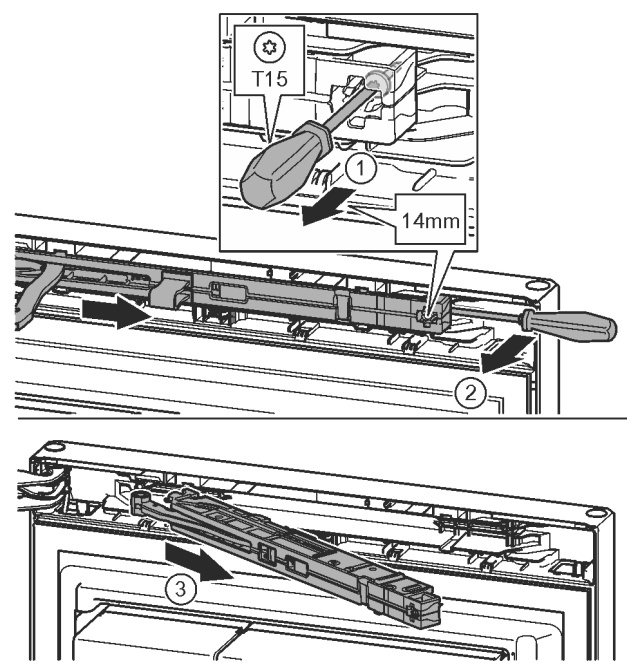

Fig. 12
- ▶ Schraube an Schließdämpfereinheit mit Schraubendreher T15 ca. 14 mm lösen. Fig. 12 (1)
- ▶ Mit einem Schraubendreher griffseitig hinter die Schließdämpfereinheit fahren und nach vorne drehen. Fig. 12 (2)
- ▶ Schließdämpfereinheit herausziehen. Fig. 12 (3)